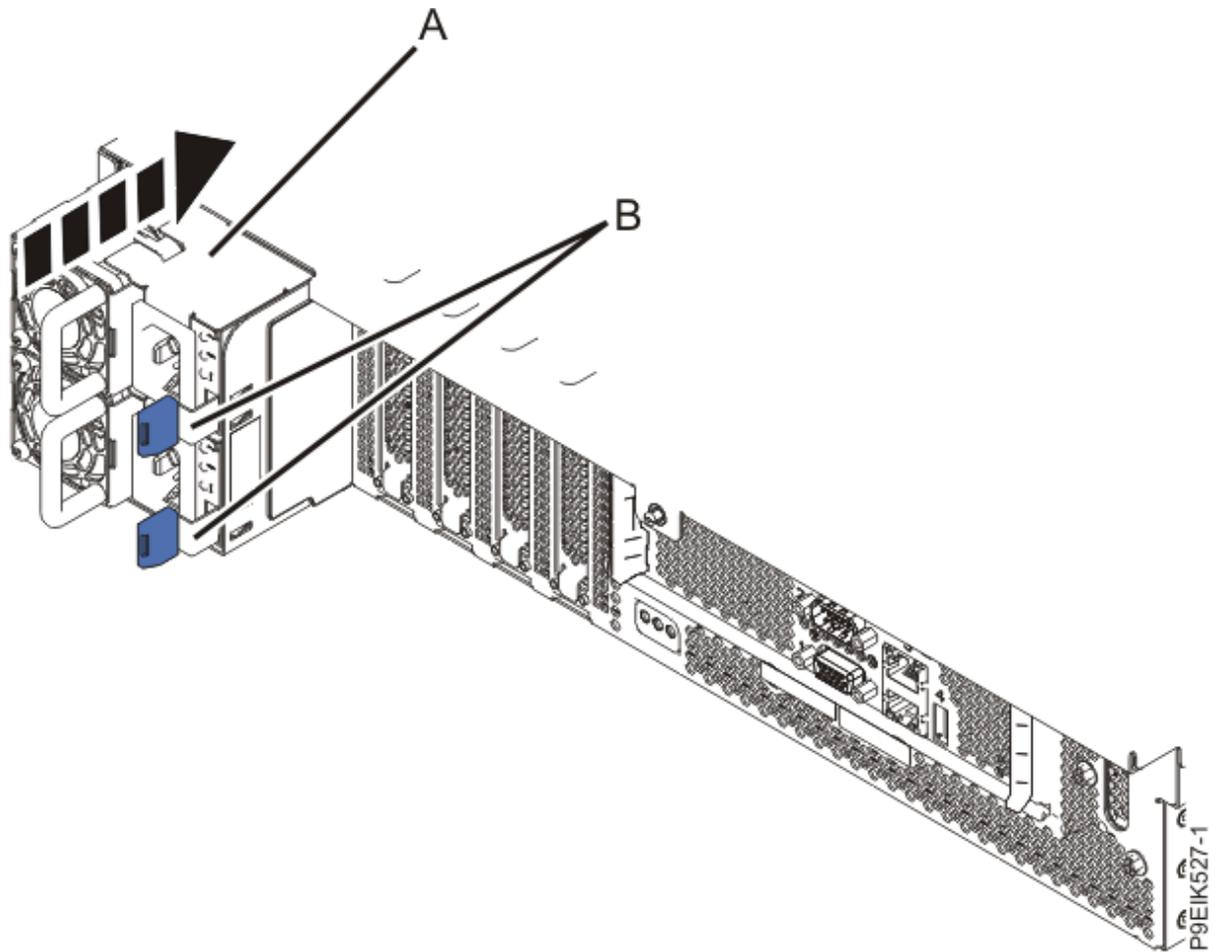

Figure 59. Remplacement des blocs d'alimentation dans le système
4. Remplacez les blocs d'alimentation comme illustré dans la Figure 59, à la page 100.